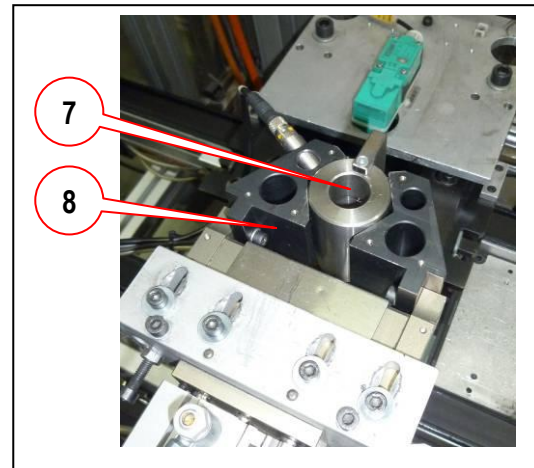

Bild 3
- Ausrichtbuchse (7) in den Greifer (8) einsetzen (Bild 3).